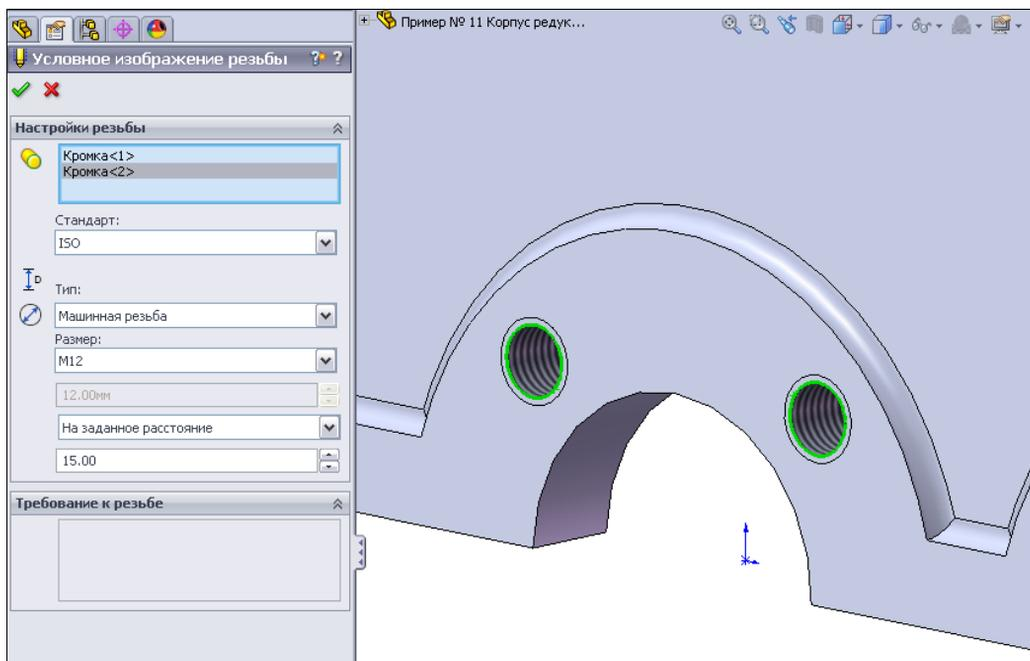

Рис. 2.135
4. Оформим внутри этих отверстий резьбу. Обратимся к меню **Вставка | Примечание | Условное изображение резьбы...** В появившемся на экране окне **Условное изображение резьбы** укажем кромки отверстий, а также выберем стандарт резьбы, длину резьбы и ее размер (рис. 2.135). Длина резьбовой части отверстий составляет 15 мм, а размер — M12.